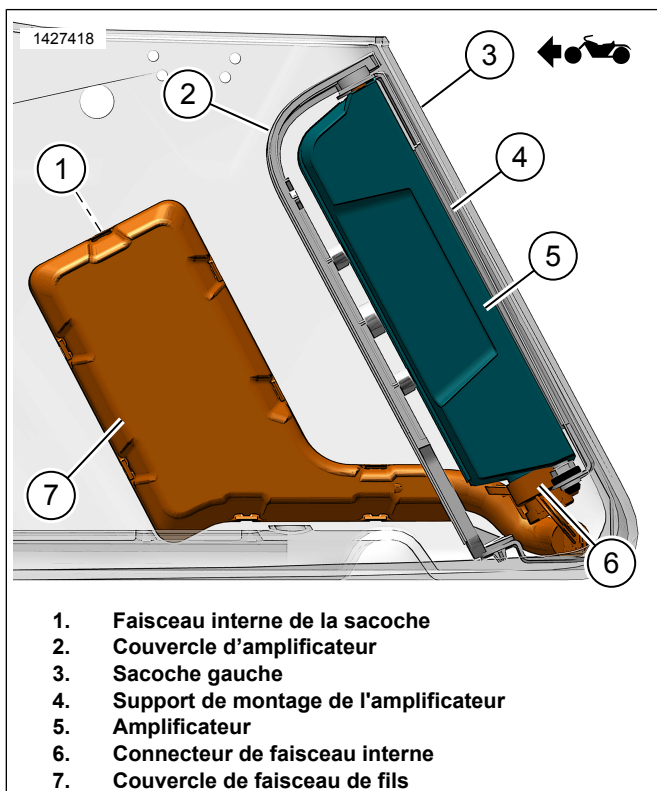

Figure 8. Faisceau de sacoche avec amplificateur
13. Voir la figure 8. Installer le support de montage de l'amplificateur.